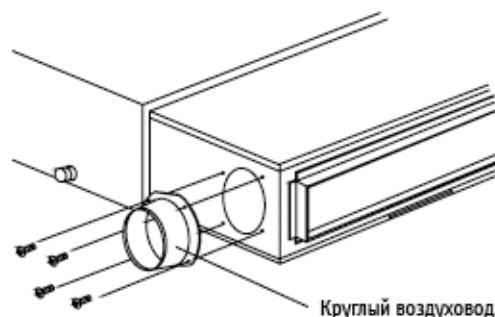

Рис. 10
(2) Подключить фланец круглого воздуховода для присоединения комплекта подмеса свежего воздуха (см. рис. 10).